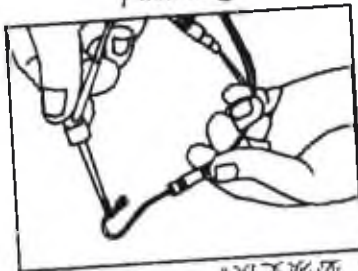

图 17
- 唇挂钩应接触钳夹的弯曲线（见图 17），液晶显示屏上显示值“-3”以确认可维护性。